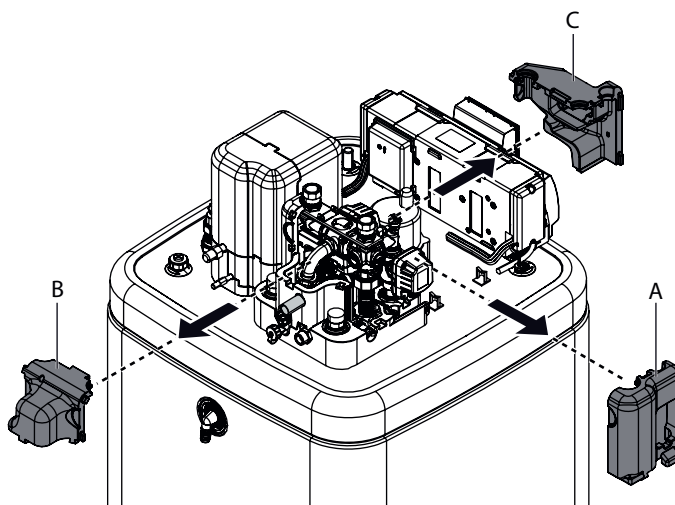

Fig. 4-8 Rimuovere l'isolante termico superiore
- Estrarre orizzontalmente l'elemento isolante laterale (fig. 4-8, pos. A).
- Estrarre orizzontalmente l'elemento isolante posteriore (fig. 4-8, pos. B).
- Estrarre l'elemento isolante anteriore (fig. 4-8, pos. C) orizzontalmente.